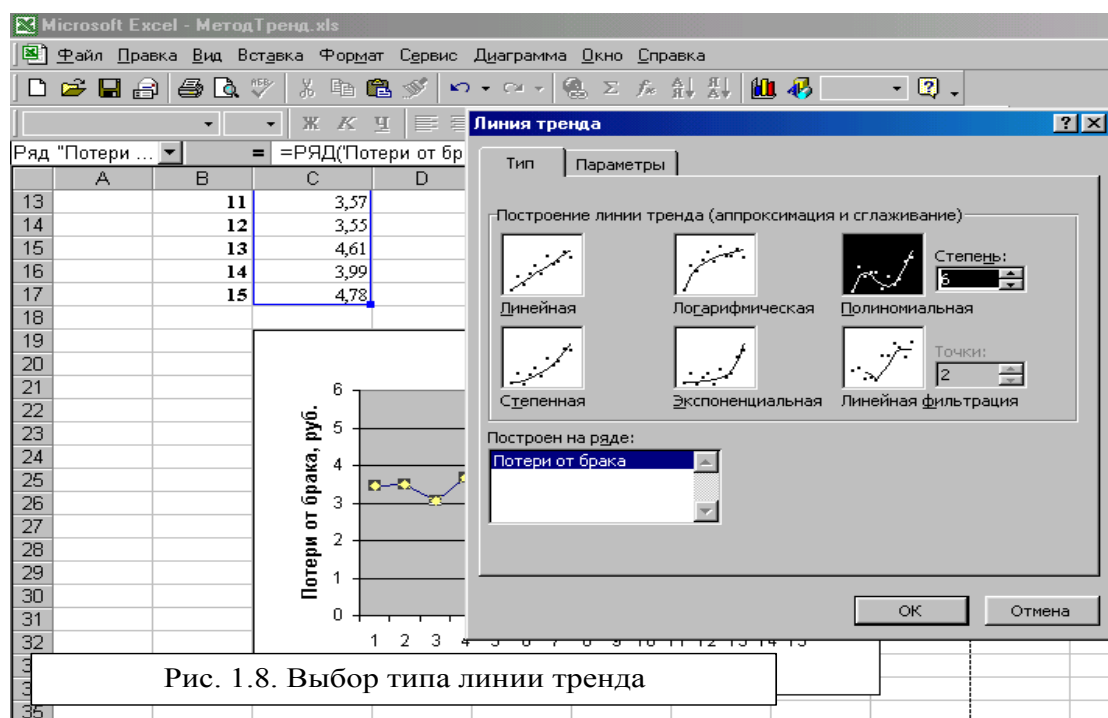

Рис. 1.8. Выбор типа линии тренда
1.7.3. Выберите тип тренда – например, полиномиальную. При выборе типа *Полиномиальная* введите значение степени в поле *Степень* – 6. (Рис.1.8.)